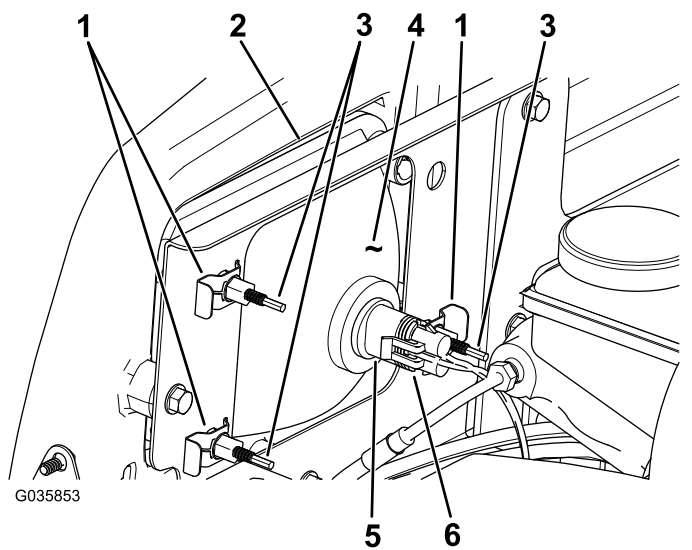

Рисунок 45
3. Отсоедините электрический соединитель жгута проводов от соединителя лампы в сборе (Рисунок 45).
- Снимите скобы под саморез, которые крепят фару к кронштейну фары (Рисунок 45).
- Снимите фару в сборе, подавая ее вперед сквозь отверстие в переднем бампере (Рисунок 45).
- Вставьте новую лампу через отверстие в бампере (Рисунок 45).
- Подсоедините электрический соединитель жгута к соединителю лампы в сборе (Рисунок 45).
- В задней части узла передней фары поверните регулировочные винты (Рисунок 45), чтобы повернуть фару и изменить положение луча.